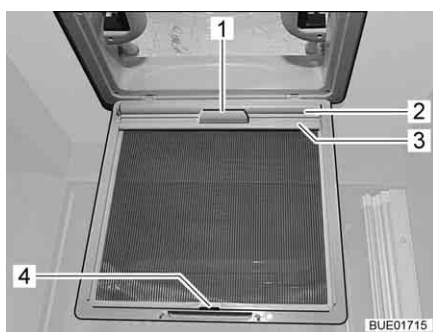

Fig. 115 Oscurante a rullo (oblò)
- Tirare l'oscurante a rullo (Fig. 115,2) utilizzando la maniglia (Fig. 115,1) e agganciare il listello di supporto (Fig. 115,3) ai ganci (Fig. 115,4) sulla protezione contro gli insetti.
- Staccare il listello di supporto (Fig. 115,3) dai ganci (Fig. 115,4) e ricondurre lentamente l'oscurante a rullo (Fig. 115,2) utilizzando la maniglia (Fig. 115,1).